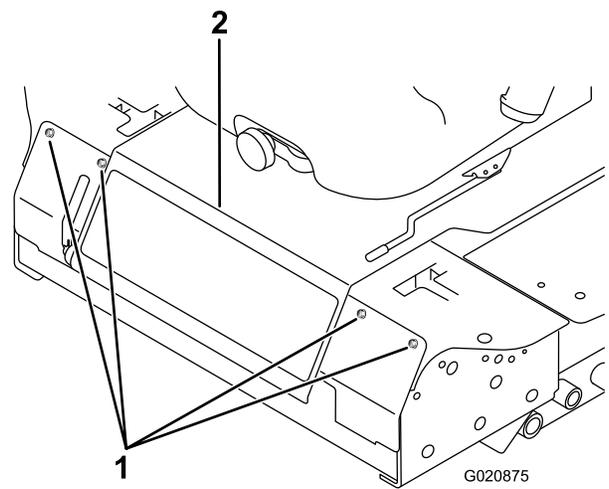

Figura 52
- Retire os parafusos que fixam o painel dianteiro e retire o painel (Figura 52).